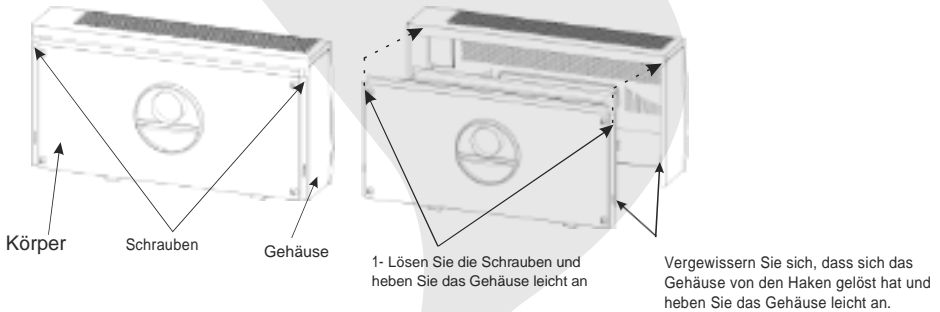

Abb.3.2
- Lösen Sie die 2 Schrauben, mit denen das vordere Gehäuse und der Körper befestigt sind, wie in Abb. 3.2 und 3.3 gezeigt.